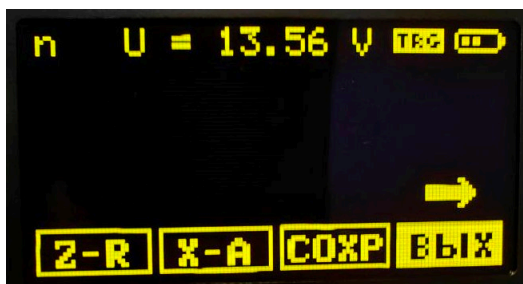

Рисунок 3.36
3.6.3 Для просмотра значения ССА в строке меню выбрать с помощью навигационной кнопки «→» команду ВЫХОД (рисунок 3.36), затем еще раз нажать навигационную кнопку «→» для перехода к экрану просмотра значения ССА.